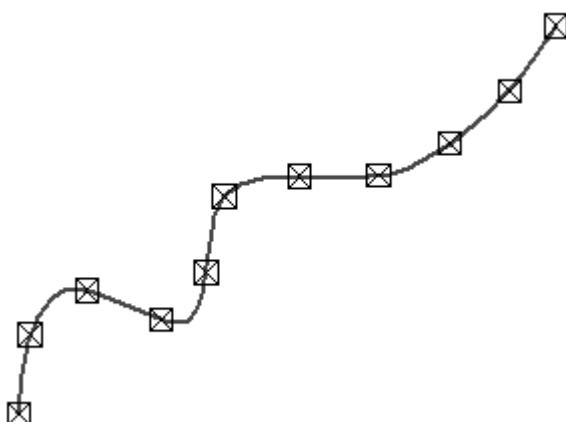

Рис. 2.4. Результат выполнения команды Точки по кривой
• Точки по кривой – строит определенное количество точек, равномерно размещенных по какой-либо кривой (рис. 2.4).